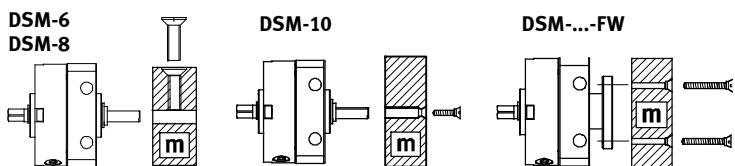

Fig. 5
- För på arbetslasten på den utgående axeln (kilaxeln/flänsaxeln) (Fig. 5)